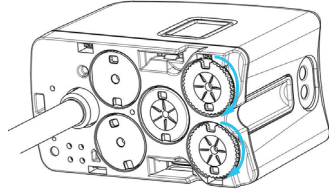

図 4 : Yaw 入力軸の位置
- (1) クリップを挿入する前に、Yaw入力軸（図4）を矢印の方向に回転させ、インストゥルメントのグリップを開く。